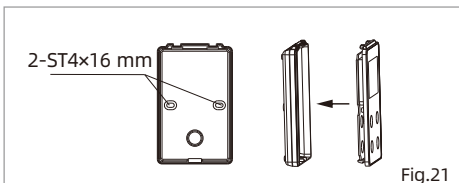
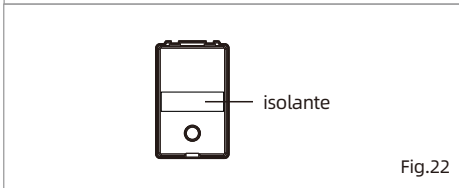

Fig.21
Fig.22
1. Choisissez un emplacement pratique pour placer la Contrôleur filaire. La connexion entre le contrôleur de fil et le chauffe-eau devrait être raisonnablement aménagée en fonction de l'environnement spécifique. Fixer le support inférieur du contrôleur avec les deux vis ST4x16 fournies (Fig.21), collez l'écrou avec l'isolant fourni (Fig.22) et placez le contrôleur dans le support.